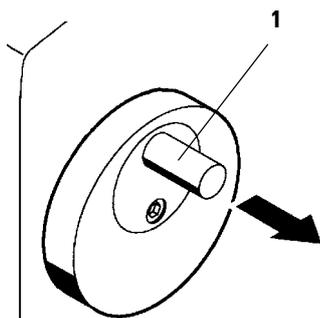
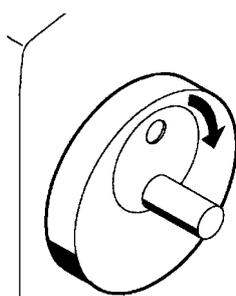

Fig. 6.2
Fig. 6.3
Par mesure de sécurité, en coupe motorisée la poignée du volant doit toujours être ramenée au centre (Fig. 6.3).
- Pour centrer la poignée (1), la tirer légèrement vers l'extérieur (Fig. 6.2) et l'amener au centre du volant (Fig. 6.3).